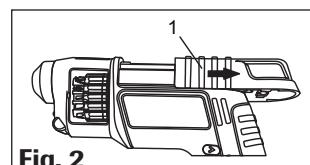

Fig. 2
- Tirare la slitta (1) all'indietro fino a sentirne chiaramente l'arresto (fig.2).